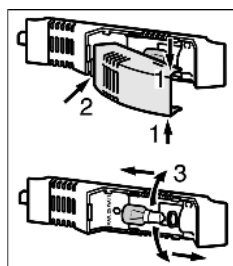

Fig. 14
- ▶ Возьмитесь за крышку лампы сверху и снизу *Fig. 14 (1)*.
- ▶ Выведите крышку лампы сзади из зацепления и снимите *Fig. 14 (2)*.
- ▶ Замените лампу *Fig. 14 (3)*.